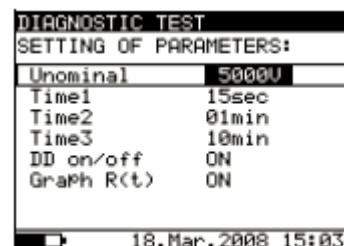

Рис. 15. Меню настроек при диагностической проверке
- Нажмите клавишу **SELECT**, при этом на экране появится меню настроек, см. рисунок 15.